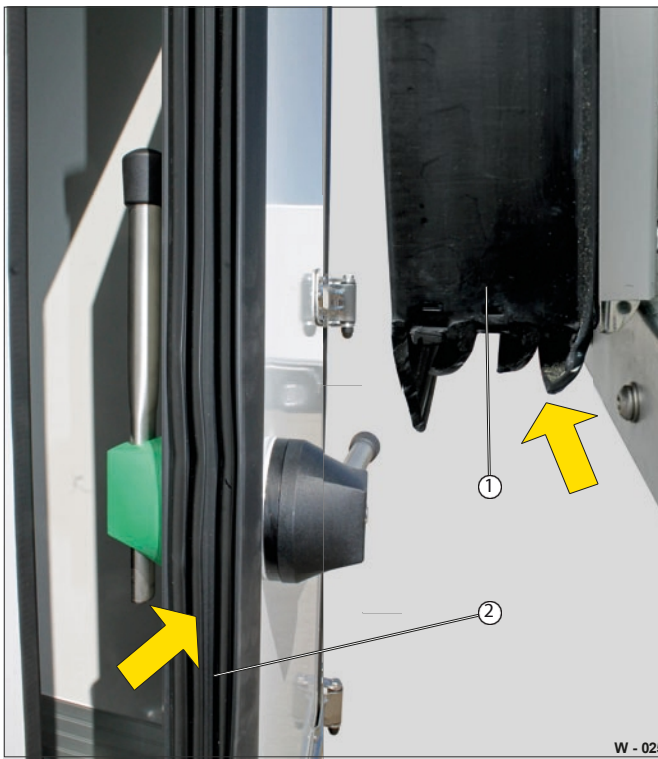

Fig. 11 Dørpakning 4-fold (Cool Trailer Profi)
- Tørk av den indre tetningsflaten (fig. 11/1) og tetningsleppene (fig. 11/2) hele veien rundt med en fuktig klut.